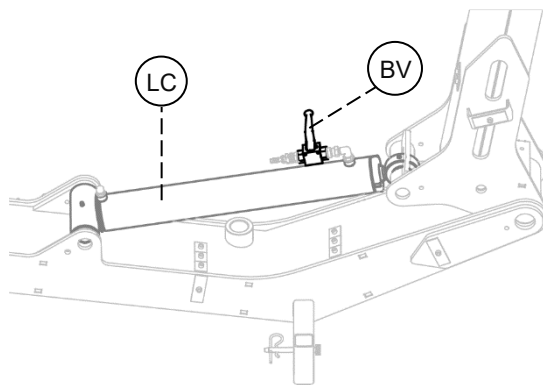

Bild.23
- Klipphuvudet skall vara upprest till transportläge och säkrad genom att stänga kranen (BV) på lyftcylindern (LC) (se Bild.23).